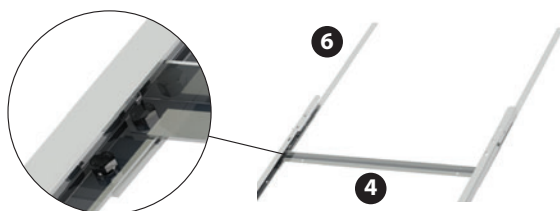

Figura 2.12
- 2 Posizionare le barre orizzontali **4** sulle barre superiori per formare il telaio (Figura 2.12). Avvitare i tiranti **6** (che verranno utilizzati per fissare la base alle tegole) alla parte inferiore. (Figura 2.12).